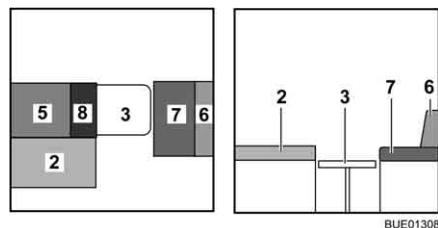

Fig. 142 Durante a transformação
- Coloque o estofa adicional (Fig. 142,8) sobre a mesa.